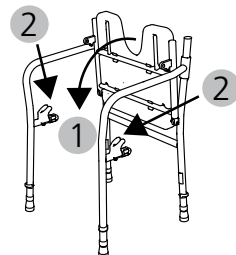

Abb. 4
3. Nun die Seitenteile parallel zueinander ausrichten. Jetzt können Sie die Sitzfläche langsam nach unten klappen (Abb. 4, 1) und dabei die Sitzrohre auf die Verriegelungsaufnahme platzieren. Prüfen Sie, ob beide Seiten passend aufliegen. Drücken Sie erst dann die Sitzfläche nach unten, bis sie hörbar einrastet.